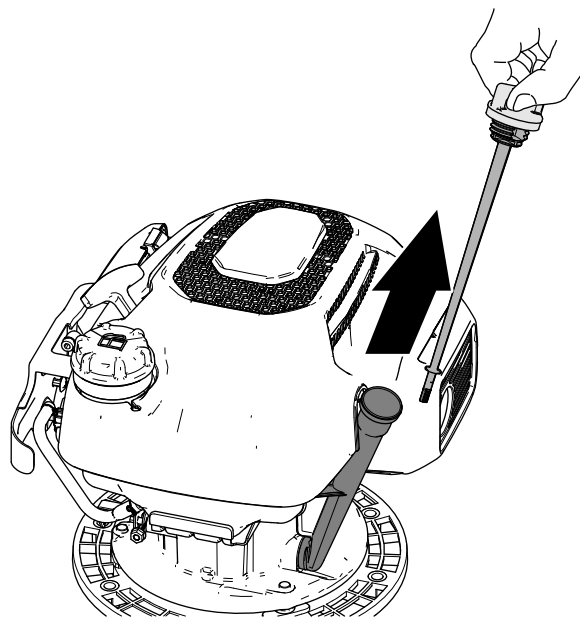

Figura 14
2. Rimuovete l'asta di livello dal bocchettone di riempimento dell'olio e pulite l'asta di livello con un panno pulito (Figura 14).
5. Fissate il raccordo della stegola alla stegola superiore (Figura 14) con il bullone ($\frac{1}{4}$ " x $1\frac{3}{4}$ ") e il dado di bloccaggio ($\frac{1}{4}$ ").